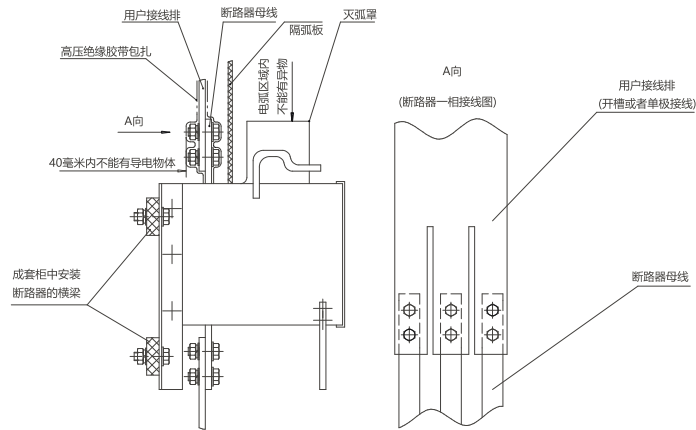

图21 千伏级安装示意图
7.1.3 额定工作电压1140V断路器用于高次谐波较严重的配电系统中，如中频炉炼钢设备的配电系统，必须采取抑制谐波的措施，在变频装置的输入输出端安装合适的谐波滤波器。否则，会对断路器的绝缘造成严重破坏，甚至短路。断路器用于AC1140V安装示意图21，安装过程务必注意 ⚠️